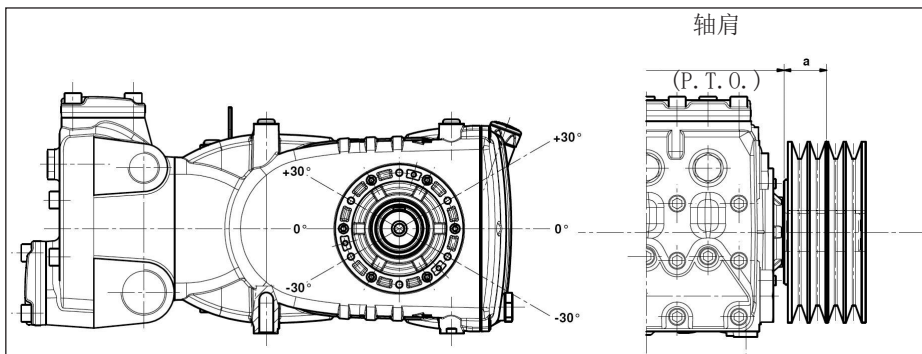

图 10
泵轴上的径向载荷不能超过7500 N（布局定义所必须的数值）。只有该载荷作用在距离轴肩（P. T. O.）的一段最大长度 $a=40 \text{ mm}$ 时，传动才被视为适当，见图10。
b) 使用高效能皮带 - 例如XPB而不是SPB - 同样的功率传递, 使用的皮带数量会相对少, 继而相对轴肩 (P. T. O.) 的距离也会减少。图 10 的“a”。